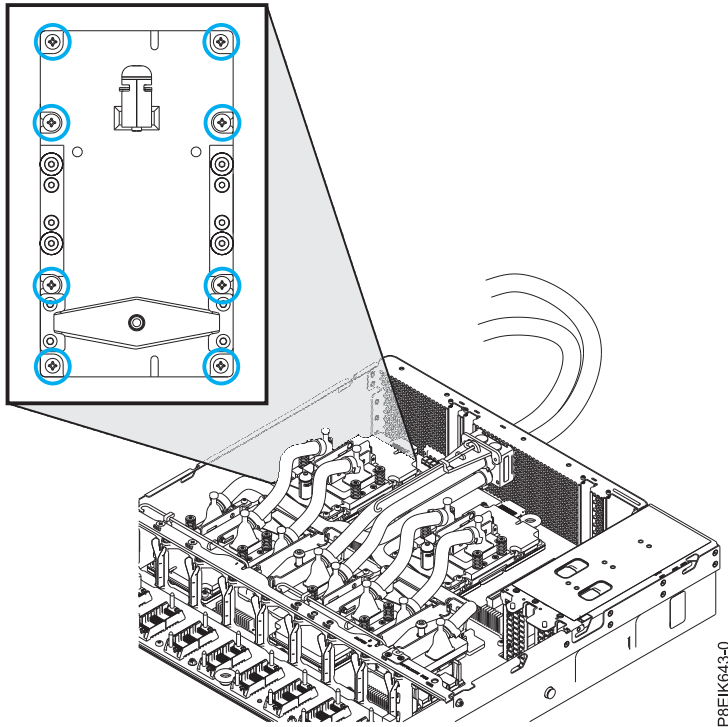

Figura 83. Sustitución del conjunto de GPU en un zócalo de GPU
3. Fije la GPU atornillando los ocho tornillos en la placa posterior del sistema como se muestra en la Figura 83 en la página 70. Utilice un destornillador de estrella #2 para apretar los ocho tornillos. Tenga cuidado de no dañar la placa posterior del sistema con la punta del destornillador.